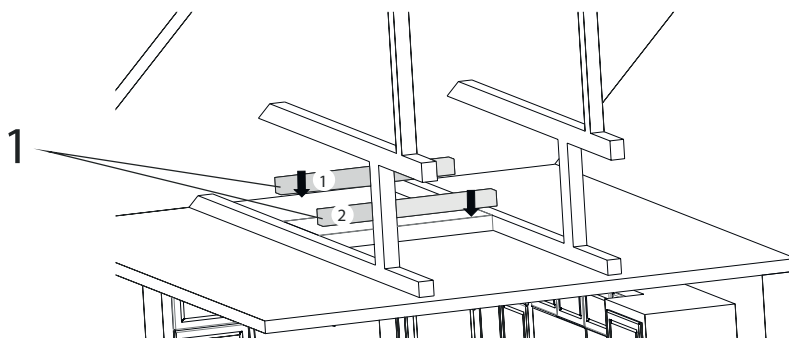

Fig. 7
2. ➤ Förbered spärr/läkt som fläkten kan skruvas upp i (Fig. 7/1-2).